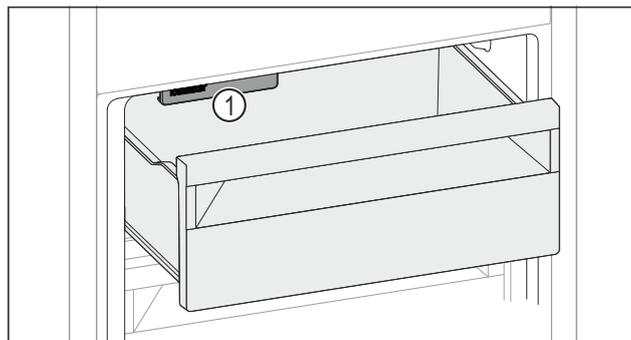

Fig. 133
- Tenez compte de l'IceMaker Fig. 133 (1).